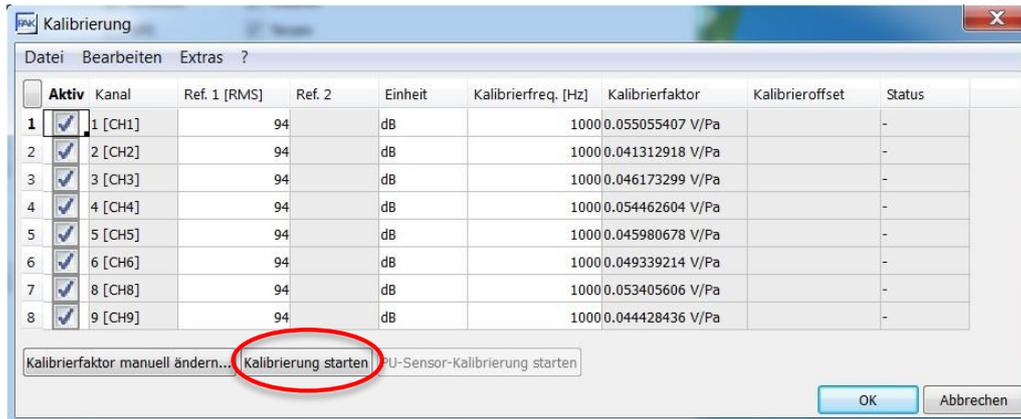

Abb. 7 – Kalibrierung starten
- Nachdem alle Kanäle aktiv sind, kann die Kalibrierung mit dem Kalibriergerät von Brüel & Kjaer gestartet werden (siehe Abb. 7).